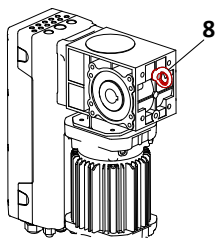

Рисунок 4
1. Установите рым-болт **(8)** в установленное место (Рис. 4). Для монтажа и подъема привода на высоту, трос необходимо крепить за рым-болт.